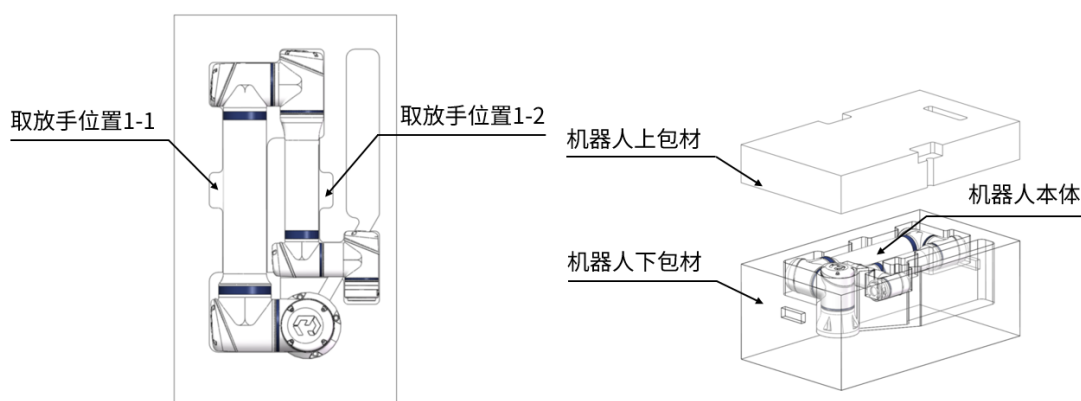

图 6-1: 机器人打包图
- CS66AZ 机器人的打包姿态角度是：(A1: 45°、A2: 0°、A3: -90°、A4: 180°、A5: 0°、A6: 90°)，如图 6-1所示；